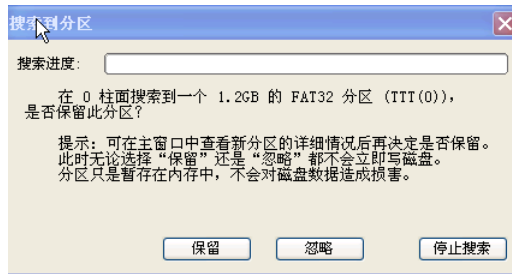

图 5-83 搜索到一个分区
(3) 搜索到一个分区，是我们后来通过 GHOST 复制产生的一个分区，这个分区不是我们需要的，如图 5-83 所示。